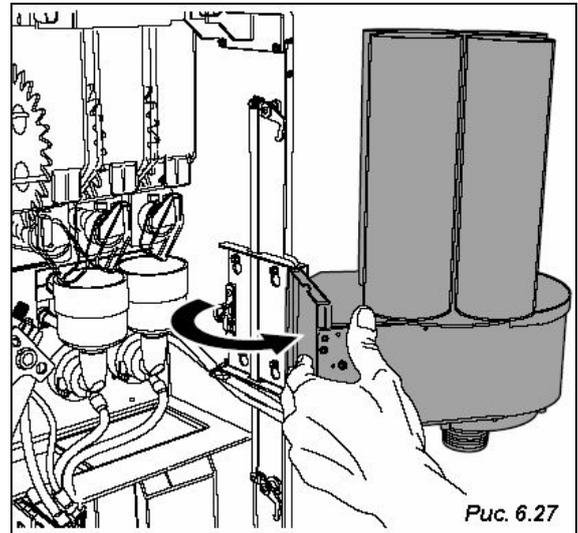

Рис. 6.27
- Возьмитесь за стойку со стаканчиками и подайте ее вперед, поворачивая внутрь автомата (Рис. 6.27).